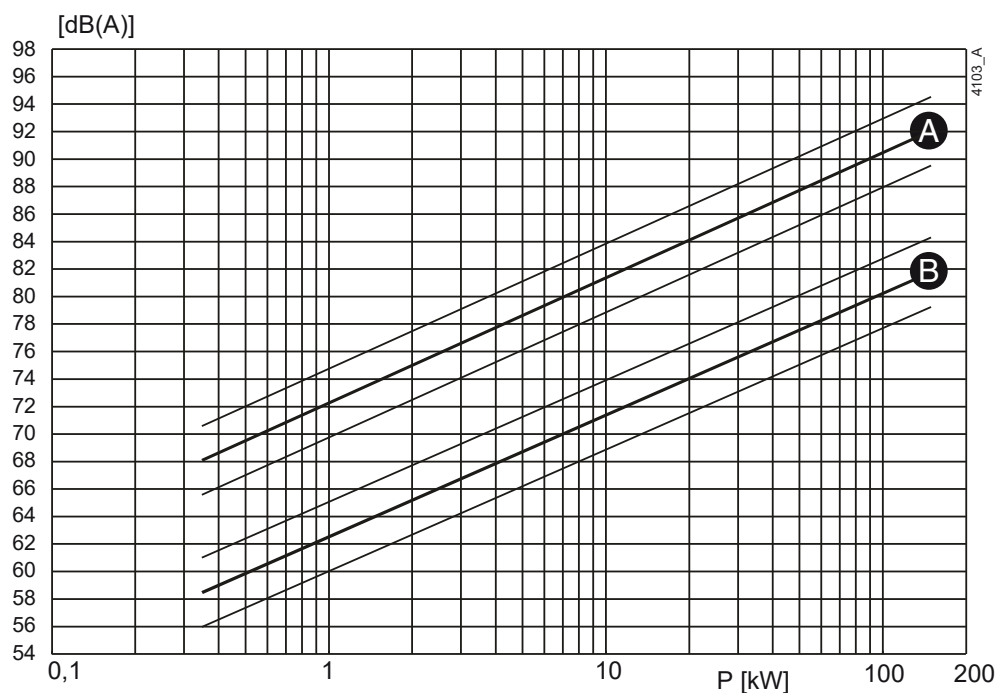
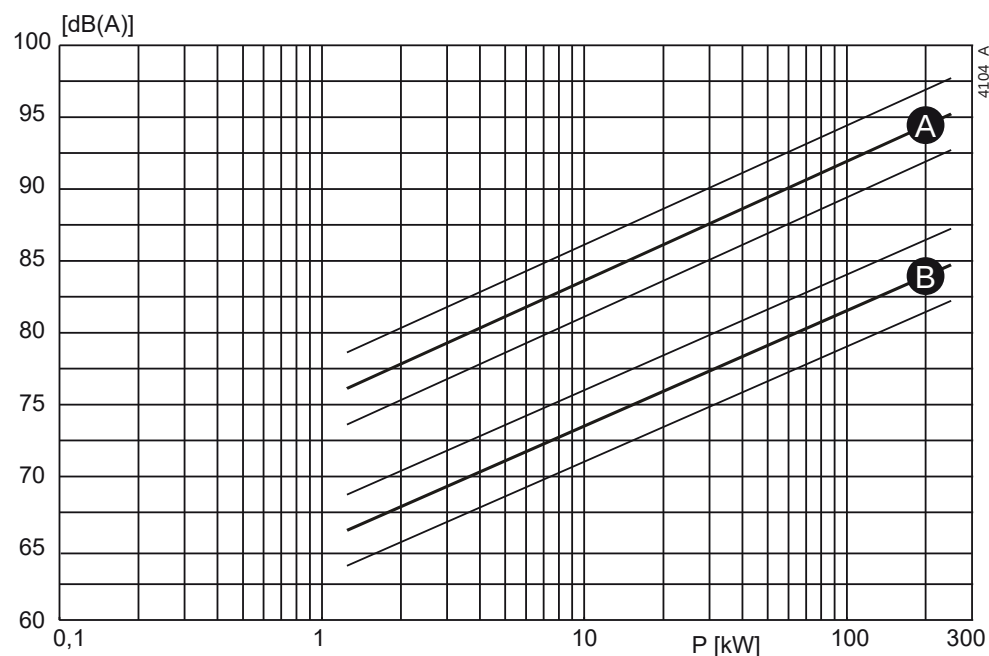

Рисунок 24: Зависимость уровня шума от мощности насоса [кВт] при 1450 мин^{-1}
Рисунок 25: Зависимость уровня шума от мощности насоса [кВт] при 2900 мин^{-1}
- 1 Определите уровень шума (L_1) насоса, см. рисунок 24 или рисунок 25.